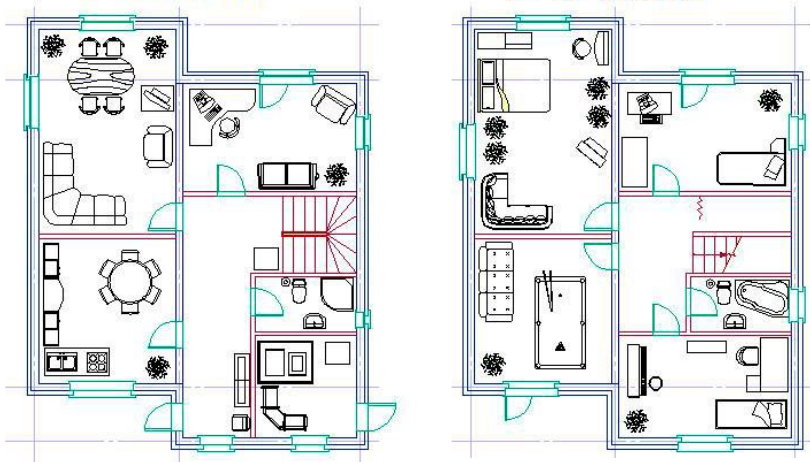

Рис. 9.3
4. З хмарного сховища завантажити файл креслення mebel.dwg з набором меблів і, скориставшись цим файлом, розставити меблі на планах поверхів згідно з рис. 9.3.